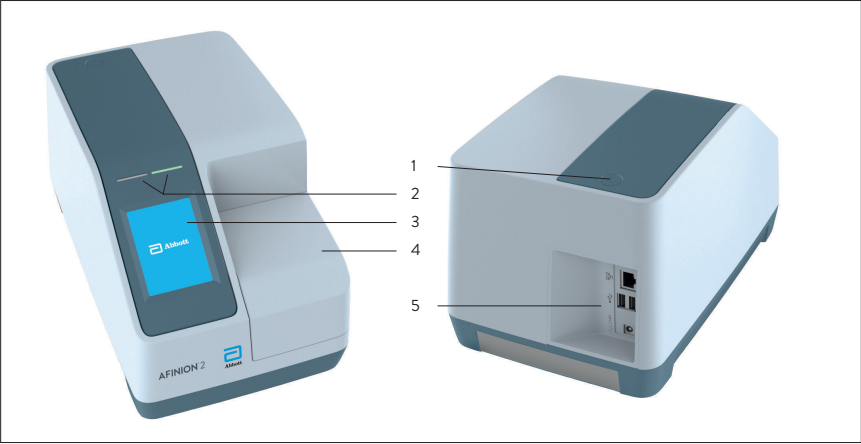

Figure 1
La figure 1 montre les parties extérieures principales de l'analyseur Afinion 2.
- 1  Mettez l'analyseur sous tension en appuyant sur le bouton Marche/Arrêt (Figure1). Une procédure de démarrage automatique sera lancée. Veuillez patienter. N'ouvrez pas le couvercle manuellement.
Mettez l'analyseur hors tension en appuyant sur le bouton Marche/Arrêt (Figure1). L'analyseur doit être mis hors tension après une journée de travail.